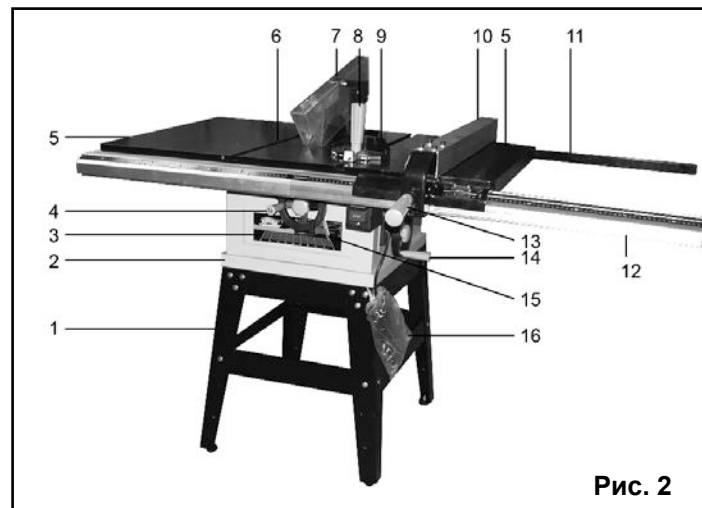
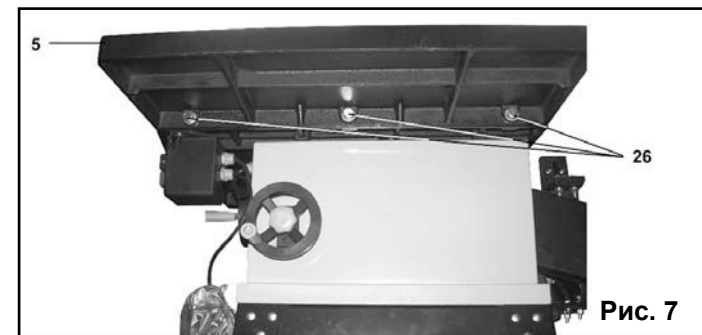
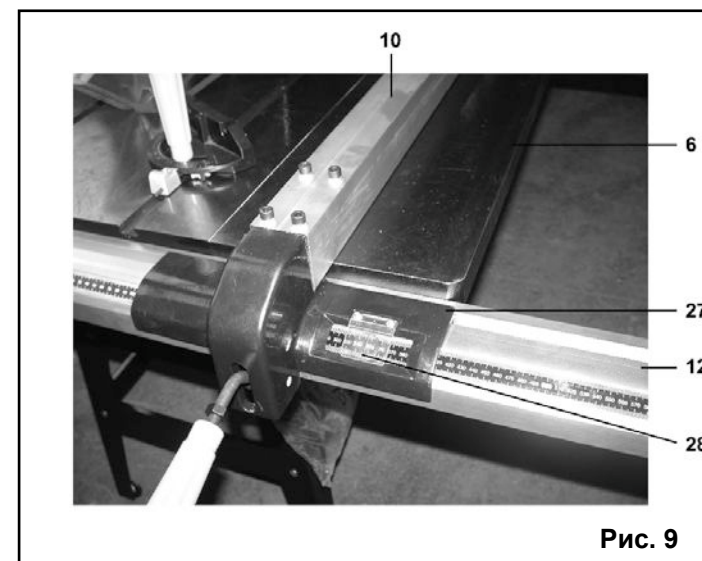

Рис. 2
Рис. 7
Рис. 9
талей (Рис. 2, 3):
8.3.1. Как показано на Рис. 7 к торцам рабочего стола (6), Рис. 2, болтами крепления (26) предварительно (с небольшим моментом затяжки) закрепите дополнительные
8.3.3. При выполнении пильных работ по параллельному упору (10) на рабочий стол необходимо установить переднюю и заднюю направляющие (11 и 12), Рис. 2. Передняя и задняя направляющие (11 и 12) составные и состоят из двух частей, см. комплектность.
8.3.4. Задняя направляющая (11) устанавливается и закрепляется болтовым соединением на торцах рабочего стола (6) и дополнительных плит (5) со стороны электродвигателя (18). Для закрепления задней направляющей (11) используйте 4 болта с круглой головкой и внутренним шестигранником, Рис.2, 3.
8.3.6. Как показано на Рис. 9,10, на рабочем столе (6) установите параллельный упор (10). Кронштейн (29) должен быть в зацеплении с задней направляющей (11). Ручку фиксации параллельного упора (13) поднимите вверх, Рис.2. Аккуратно установите на переднюю направляющую (12) опорную пластину (27), она должна плотно опереться на переднюю направляющую (12).
8.4.3. В зависимости от предстоящей операции установите упор для косого и поперечного пиления (9) в паз рабочего стола (6) слева или справа от пильного диска (17), Рис. 2,3.
клинивателем и антиотбрасывателем (Рис. 2,3, 13 - 15)